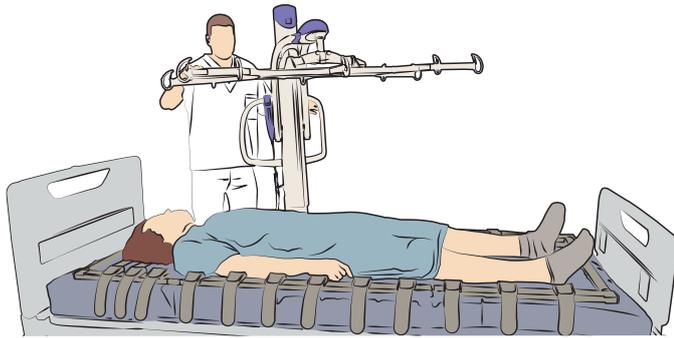

Abb. 10
1. Bringen Sie den Lifter zum Pflegebedürftigen. Siehe Abb. 10.